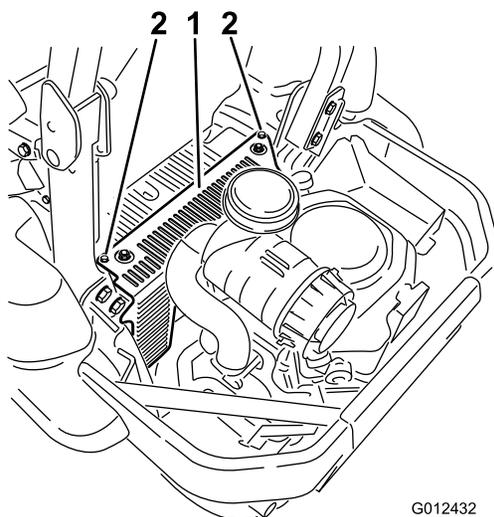

Figura 56
3. Rimuovete la copertura dell'unità idraulica e i relativi 2 bulloni (Figura 56).
5. Installate la copertura sinistra dell'unità idraulica (Figura 56).